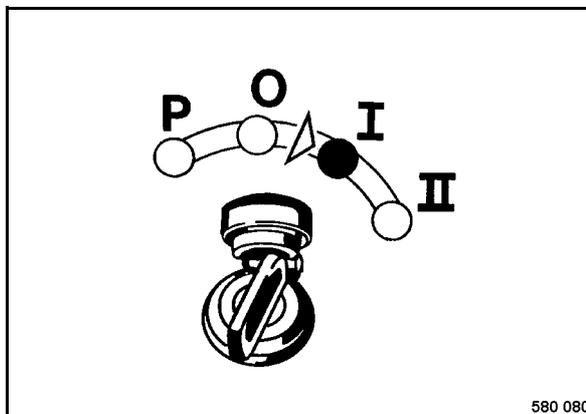

Рис. 200
- Переключить выключатель зажигания в положение „I“ (Рис. 200).